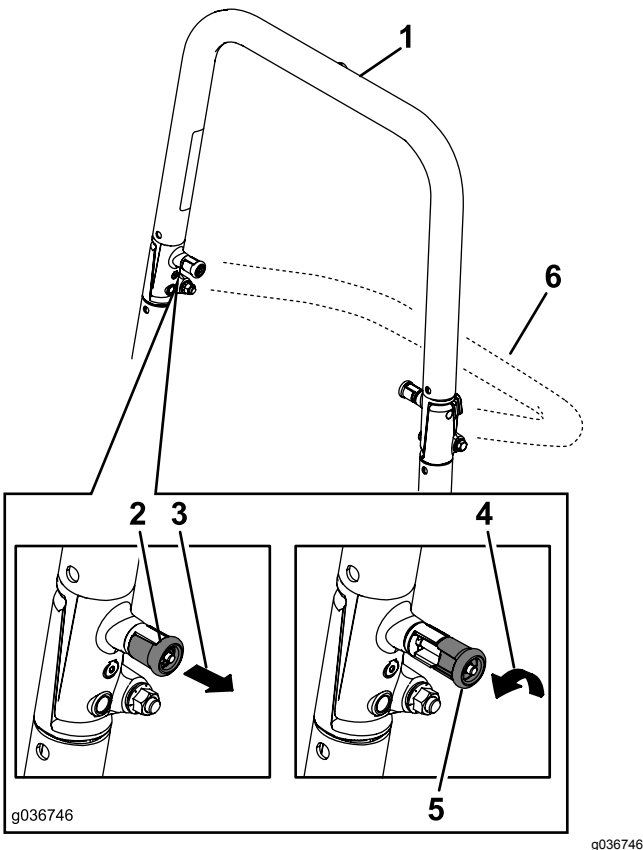

Figura 9
2. Tire de ambos pomos hacia fuera y gírelos 90 grados para desengranarlos (Figura 9).
3. Baje la barra antivuelco (Figura 9).
1. Eleve la barra anti-vuelco a la posición de trabajo y gire los pomos hasta que se introduzcan parcialmente en las ranuras (Figura 9).
2. Eleve la barra antivuelco a la posición vertical, presionando sobre la parte superior de la misma; las clavijas encajarán en cuanto se alineen con los orificios (Figura 9).